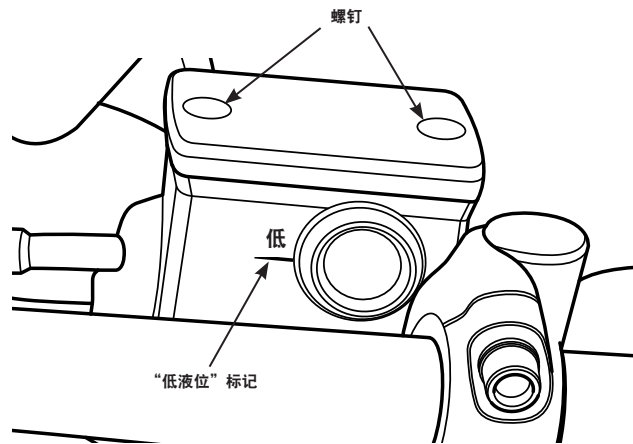

图 53：检查制动液位
4. 检查观察孔并确定液体是否低于“低液位”标记（图 53）。如果液体低于“低液位”标记，则需要添加制动液。